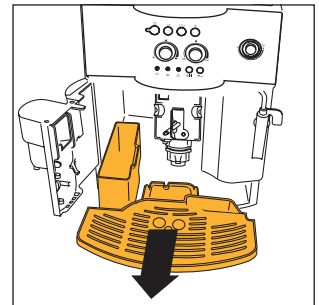

Fig. 16
ANM 7: Maskinen räknar antalet kaffekoppar som har lagats. Efter 14 koppar kaffe (eller 7 dubbla koppar) tänds kontrollampan  (avsnitt 12 punkt 3) för att varna för att behållaren för kaffesump är full och behöver tömmas och rengöras. Kontrollampan förblir tänd tills du rengör behållaren och det går inte att laga något kaffe. Öppna luckan framtill genom att dra i utmatningsröret (fig. 15). Kontrollampan  börjar blinka (se avsnitt 12 punkt 9). Ta loss droppskålen (fig. 16), töm och rengör den. Töm och rengör behållaren för kaffesump noggrant. Se till att du får bort alla rester som kan finnas på botten. Torka också bort eventuella kondensdroppar som har bildats inuti maskinen under droppskålen. **OBS: När du tar loss droppskålen MÅSTE DU alltid tömma behållaren för kaffesump, även om den inte är full. Om du inte gör det kan det hända att sumpbehållaren fylls mer än väntat nästa gång du lagar kaffe och att maskinen täpps igen av sump.**
- ta loss droppskålen och behållaren för kaffesump (fig. 16) och diska dem;